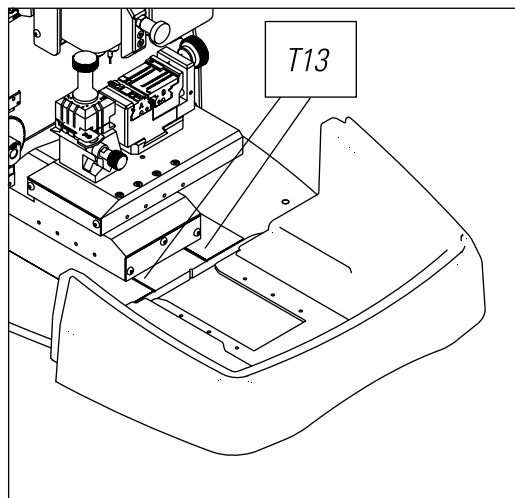

FIG. 30
- 3) Volver a introducir la bandeja llevando hasta el fondo siguiendo las dos rayas (T13) marcadas en color negro en la bancada. (Fig.30)
El software "JMAKeyPro" se utiliza para el control total de la máquina multicode. Para acceder a este software solo hay que pulsar sobre el icono.la bancada.(Fig.30)